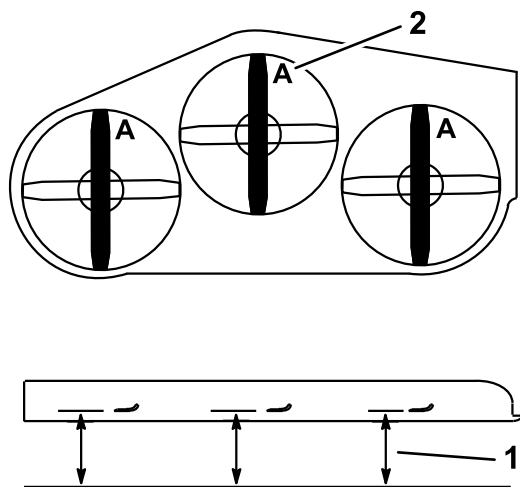

Figure 93
- Tournez les lames dans le sens longitudinal (Figure 93). Mesurez la distance entre la surface plane et le tranchant (position A) des lames (Figure 93). Notez cette valeur.